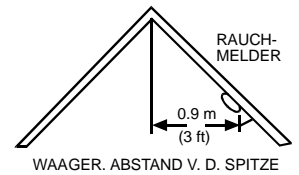

Abb. 9
- Wenn einige der Räume schräge Wände, Spitzdächer oder Giebelwände haben, sollten Sie versuchen, die Rauchmelder 0,9 Meter (gemessen in horizontaler Richtung) vom höchsten Punkt der Decke entfernt anzubringen (siehe Abb. 9).